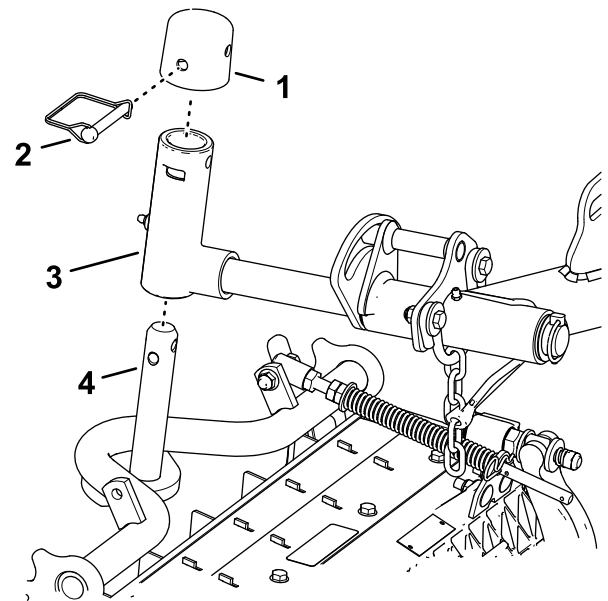

Figura 24
1. Deslice una unidad de corte debajo del brazo de elevación (Figura 24).